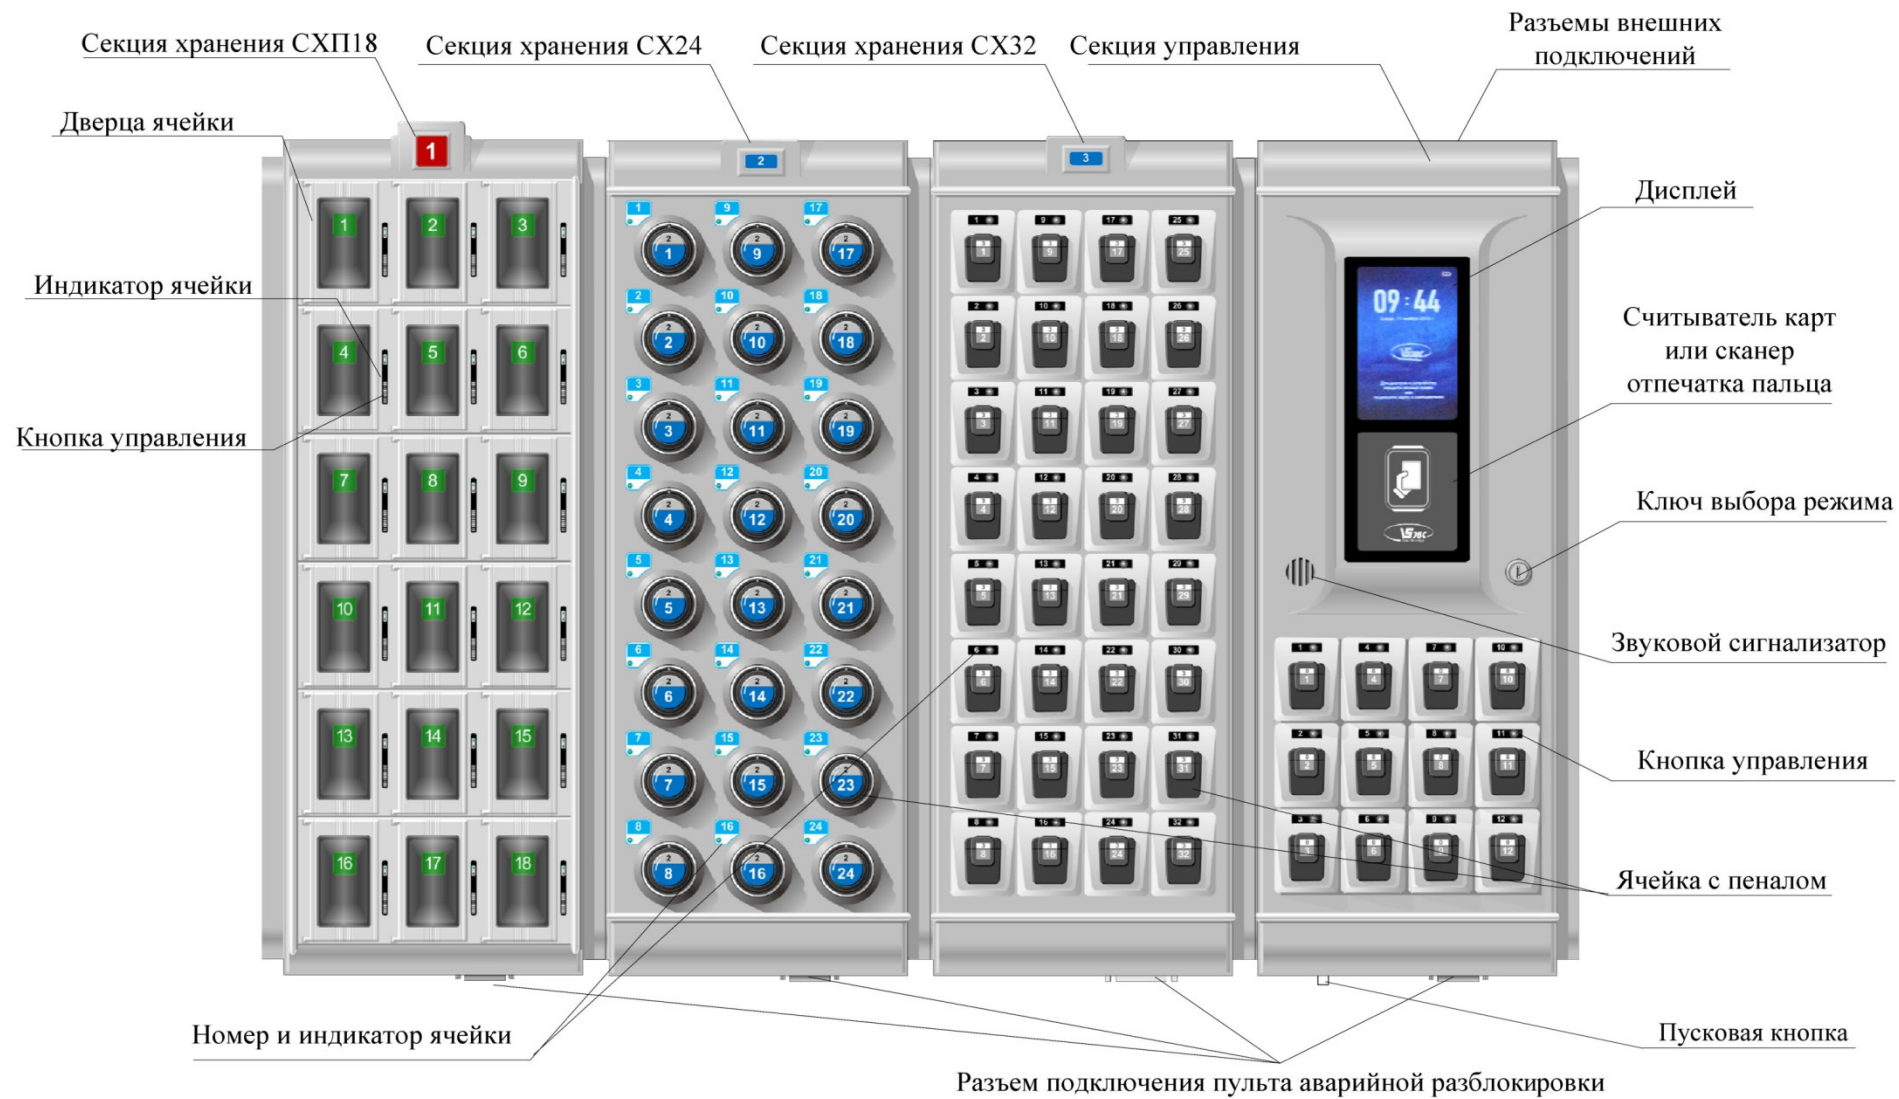

Рис. 1 Составные части и органы управления изделия
Составные части и органы управления изделия показаны на Рис. 1
6.8. Подключить резервный источник питания, переведя ключ выбора режима в вертикальное положение, соответствующее штатной работе изделия (см. Рис. 2). **ВНИМАНИЕ!** Если изделие не подключено к электросети, то для включения от встроенного аккумулятора резервного питания необходимо также нажать пусковую кнопку (см. Рис. 1). Работа изделия без подключенного аккумулятора резервного питания может быть неустойчивой при колебаниях в электросети.